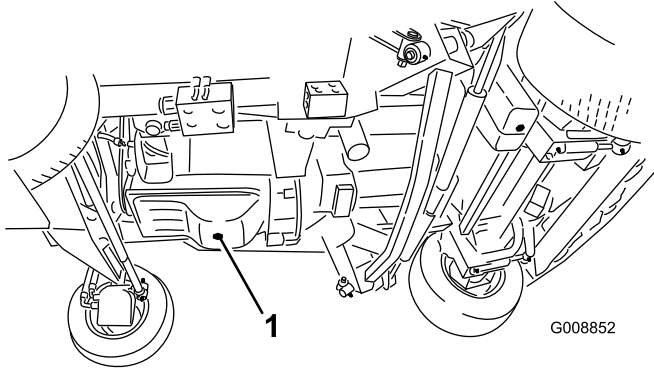

Figura 63
1. Retire el tapón de vaciado (Figura 63) y deje fluir el aceite a un recipiente apropiado. Cuando el aceite deje de fluir, coloque el tapón de vaciado.